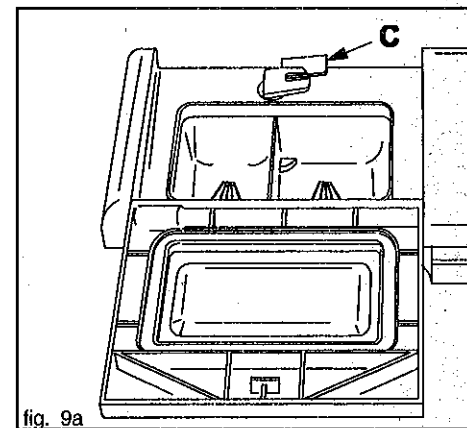

fig. 9a
- 1 Presser le levier de fermeture "C" (fig. 9A-9B). Le couvercle s'ouvre.